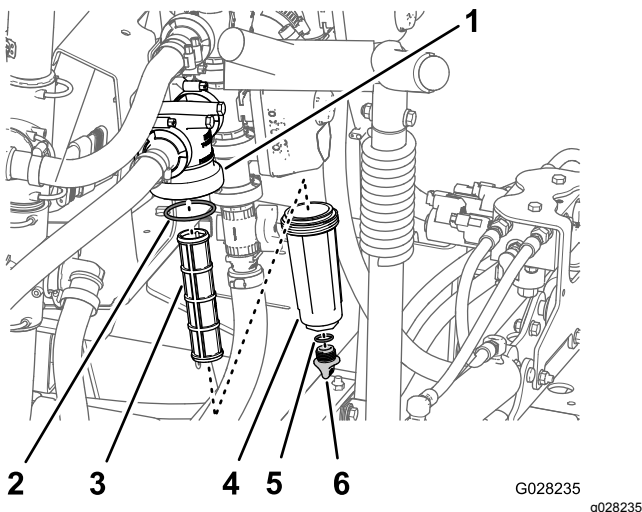

Figure 22
- Placez un bac de vidange sous le filtre sous pression (Figure 22).
- Tournez le bouchon de vidange dans le sens antihoraire et déposez-le de la cuvette du filtre sous pression (Figure 22).
- Tournez la cuvette dans le sens antihoraire et déposez la tête du filtre (Figure 22).
- Retirez l'élément du filtre sous pression (Figure 22).
- Contrôlez l'état et l'usure du joint du bouchon de vidange (à l'intérieur de la cuvette) et du joint de la cuvette (à l'intérieur de la tête du filtre) (Figure 22).
- Montez l'élément filtrant dans la tête du filtre sous pression (Figure 22).
- Vissez la cuvette sur la tête du filtre à la main (Figure 22).
- Vissez le bouchon de vidange sur le raccord au fond de la cuvette et serrez-le à la main (Figure 22).